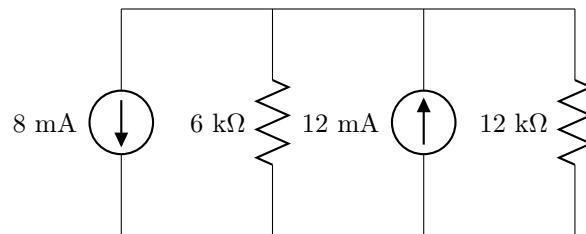

Figura 2.1: Circuito del problema 1.
1. Halla la potencia que absorbe cada elemento del circuito de la figura 2.1 y calcula la suma de todas ellas escalarmente.